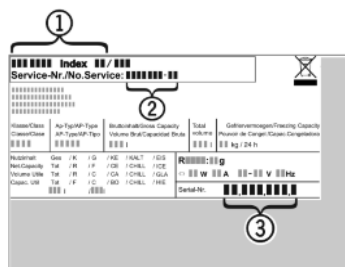

Fig. 7
- ▶ Z nazivne ploščice odčitajte oznako aparata Fig. 7 (1), servisno št. Fig. 7 (2) in serijsko št. Fig. 7 (3). Nazivna ploščica se nahaja na levi strani notranjosti aparata.
- ▶ Obvestite servisno službo in jim povejte, za kakšno napako gre, povejte pa tudi oznako aparata Fig. 7 (1), servisno št. Fig. 7 (2) in serijsko št. Fig. 7 (3).